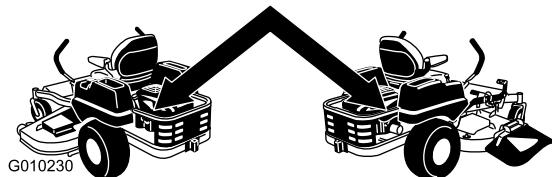

Figura 30
- Spostate le leve by-pass indietro e poi verso sinistra per bloccarle in posizione come riportato nella Figura 30, per disinserire i motori delle ruote. Ripetete l'operazione su ciascun lato della macchina.
Spostate le leve by-pass nella posizione che consente di spingere la macchina (Figura 30) per innestare i motori delle ruote.